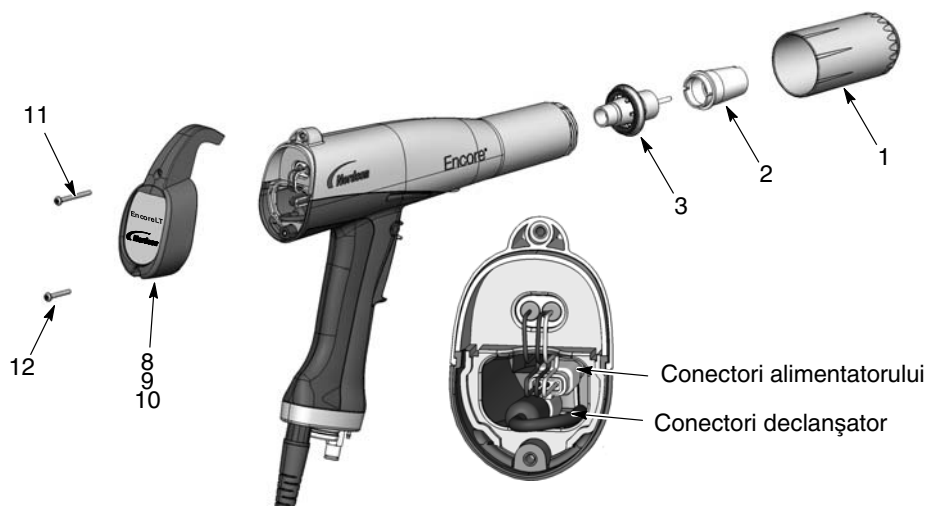
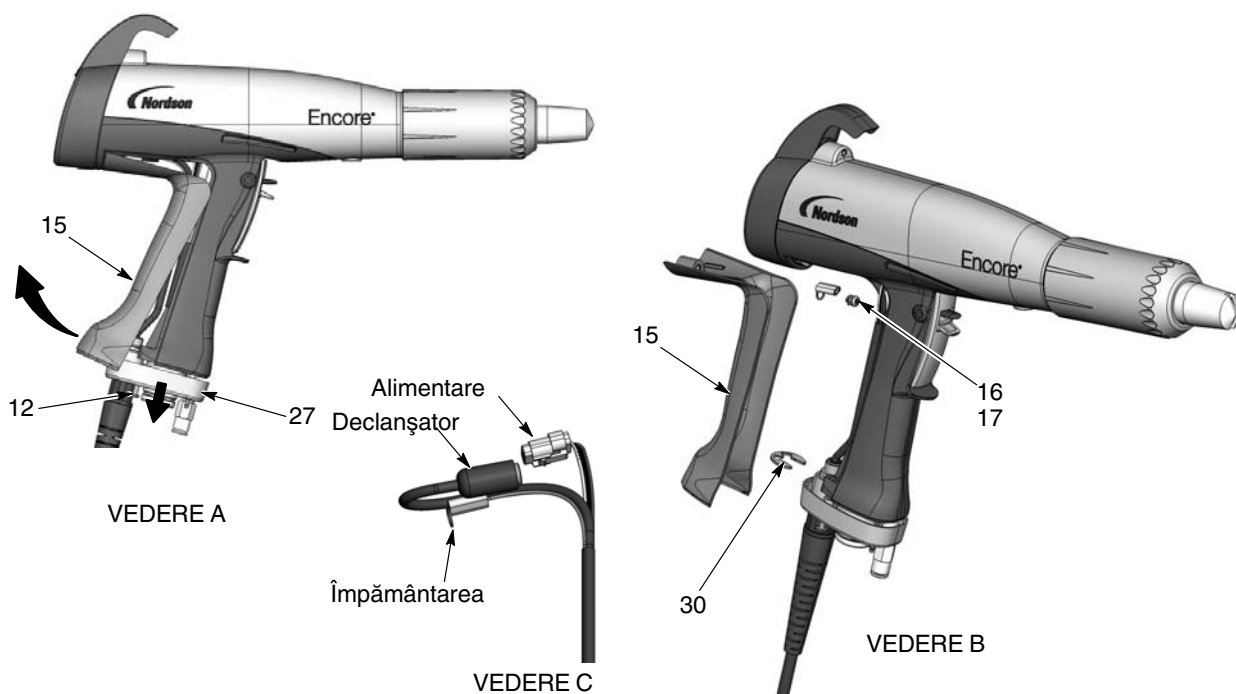

Figura 6-1 Dezasamblarea pistolului
Figura 6-6 Înlocuirea cablului de control
1. A se vedea Figura 6-1. Demontați piulița duzei, duza și ansamblul electrozului (1, 2, 3).
4. A se vedea Figura 6-1. Montați capacul, carcasa și cârligul așa cum se indică.
5. Montați ansamblul electrodului (3) în partea frontală a corpului pistolului. Asigurați-vă că electrodul fir nu este îndoit sau rupt.
6. Montați duza (2) pe ansamblul electrodului, asigurându-vă ca penele din ansamblul electrodului glisează în fantele de pe duză.
7. Montați piulița duzei (1) peste duză și rotiți în sensul acelor de ceasornic pentru a le fixa.
2. A se vedea Figura 6-1. Demontați șurubul inferior (12) de la carcasă (9).
3. A se vedea Figura 6-6, Vederea A. Slăbiți cele două șuruburi M3 x 20 (12) care fixează baza mânerului (27) de mâner.
4. Trageți baza de pe mâner suficient pentru eliberarea muchiei inferioare a suportului de împământare (15) de la bază.
6. A se vedea Figura 6-6, Vederea B. Desfaceți șurubul M3 x 8, șaiba de blocare (16, 17) și borna de împământare de pe suportul de împământare.
7. Demontați inelul E (30) de la cablu.
8. A se vedea Figura 6-6, Vederea C. Trageți conectorii cablului pentru a îi scoate din mâner. Deconectați cablajul de alimentare electrică de la cablul pistolului, introducând o șurubelniță cu cap mic, plat în fanta conectorului cablajului de alimentare electrică și pentru a elibera închizătoarea.
1. A se vedea Figura 6-6. Treceți un cablu nou prin baza mânerului, apoi montați inelul E (30) pe cablu pentru a îl fixa pe poziție.
3. Conectați borna cablului la suportul de împământare (15) cu șurubul M3 x 6 și șaiba de blocare (16, 17).
6. Apăsați baza mânerului (27) în sus, pe mâner și suportul de împământare și strângeți bine cele două șuruburi M3 x 20 (12) în bază.
7. A se vedea Figura 6-1. Montați inelul M3 x 20 inferior (12) în carcasa (9) și strângeți-l bine.
1. A se vedea Figura 6-6. Demontați suportul de împământare așa cum se descrie la capitolul *Demontarea cablului* pașii de la 1-5 . Nu trebuie să deconectați cablul de împământare de la suportul de împământare.